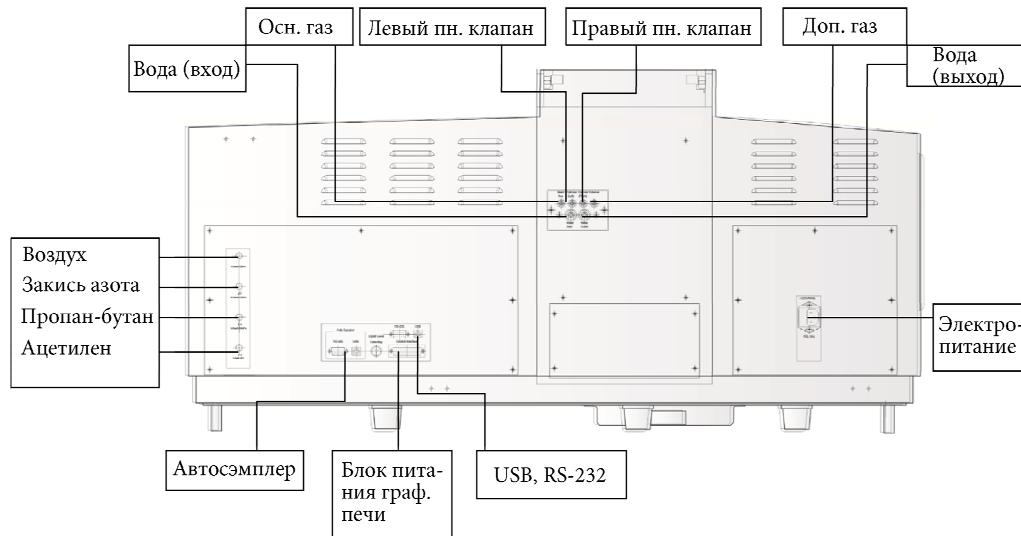
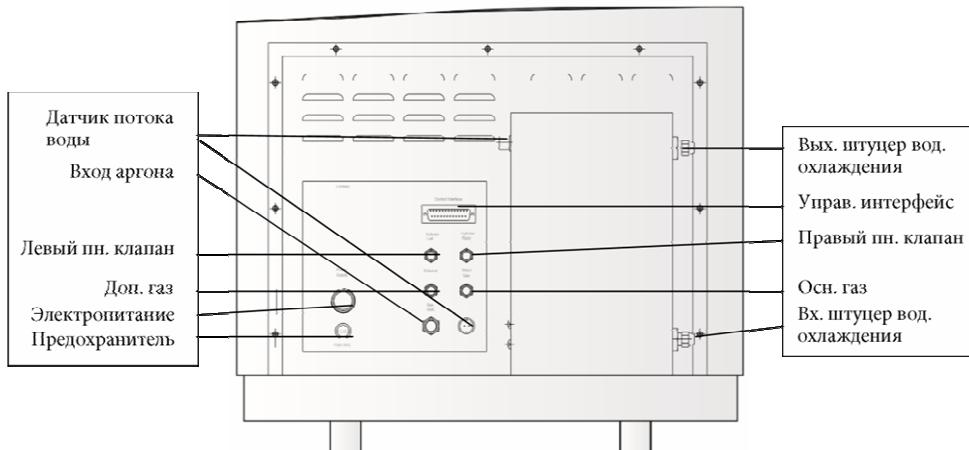

Рис. 2-3. Задняя панель спектрометра
Рис. 2-4. Задняя панель блока питания электротермического атомизатора
Установите основной блок спектрометра на лабораторном столе, подключите кабель электропитания и газовые соединения в соответствии с Рис. 2-3.
**Подключение электропитания к основному блоку спектрометра.** Подключите кабель электропитания к разъему, расположенному в правом нижнем углу задней панели прибора (см. рис. 2-3).
**Воздух:** присоедините зеленый газовый шланг требуемой длины к выходу воздушного компрессора (к компрессору присоедините соответствующий штуцер) и к входному штуцеру, расположенному на задней панели прибора (рис. 2-4).
**Ацетилен:** присоедините красный газовый шланг требуемой длины к выходу ацетиленового редуктора и к входному штуцеру, расположенному на задней панели прибора (рис. 2-4).
**Закись азота:** присоедините синий газовый шланг требуемой длины к выходу редуктора на баллоне с закисью азота и к входному штуцеру, расположенному на задней панели прибора (рис. 2-4).
**Пропан-бутановая смесь:** присоедините желтый газовый шланг требуемой длины к выходу редуктора на баллоне с пропан-бутановой смесью и к входному штуцеру, расположенному на задней панели прибора (рис. 2-4).
С помощью специального кабеля подключите основной блок спектрометра к блоку питания электротермического атомизатора (см. рис. 2-3 и 2-4).
Подсоедините газовые шланги основного газа, дополнительного газа, пневматических клапанов (см. рис. 2-3 и 2-4). Магистраль аргона подключается к входному штуцеру аргона, расположенному на задней панели блока питания электротермического атомизатора (рис. 2-4).